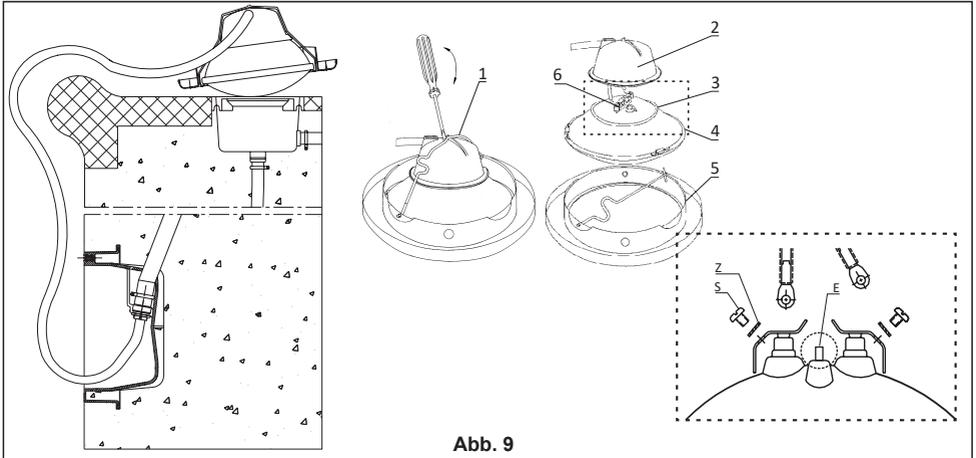

Abb. 9
6. Wartung und Lampenwechsel (Abb. 9)
Der SSL-Unterwasserscheinwerfer ist wartungsfrei und die einzigen Verbrauchsteile sind nur die Lampe (4) und der O-Ring (3). Um eine neue Lampe einzusetzen, nehmen Sie den Scheinwerfer aus dem Einbautopf heraus und legen ihn auf den Beckenrand. (Abb. 9)
- Mit einem Schraubendreher kippen Sie den Edelstahlspannbügel (1) von der Elektroanschlusskappe (2). Vor Ihnen liegt jetzt die Lampe (4) mit zwei Elektroanschlüssen (6).
- Lösen Sie die beiden Anschlussschrauben (S) und entnehmen Sie die defekte Lampe.
- Überprüfen Sie den Zustand des O-Ringes (3). Wir empfehlen Ihnen, bei jedem Lampenwechsel, den O-Ring (3) mit einem Neuen zu ersetzen. Für den Wechsel setzen Sie zuerst den O-Ring (3) auf die Lampe (4), dann befestigen Sie mit zwei Schrauben die Kabelanschlüsse an der Lampe.